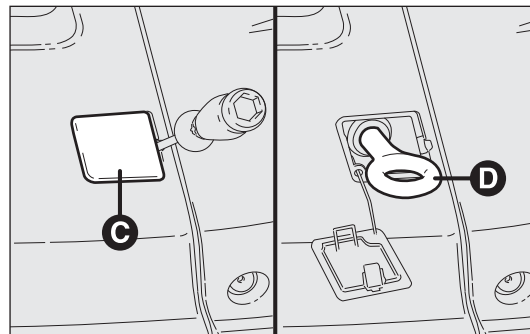

fig. 219
- prelevare dal cassetto il cacciavite in dotazione e facendo leva nel punto indicato sollevare il tappo C-fig. 219;
- prelevare l'anello di traino D dal cassetto e avvitarlo sul perno filettato fig. 219.